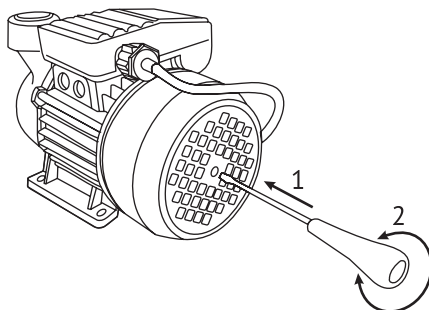

Рисунок 8. Проверка работоспособности вала двигателя.
- открутить крепежный пластмассовый винт (1) и снять с реле крышку (см. рисунок 8);
- вращением гайки (3) отрегулировать давление включения насоса; вращение по часовой стрелке увеличивает давление включения насоса, против часовой стрелки – уменьшает;
- вращением гайки (4) настроить давление отключения насоса; вращение по часовой стрелке увеличивает давление отключения насоса, против часовой стрелки – уменьшает.
Если в эксплуатации насоса был перерыв, то в результате окисления стенок насосной камеры возможна блокировка рабочего колеса. Поэтому после демонтажа и перерыва в эксплуатации перед следующим запуском необходимо убедиться, что вал двигателя вращается свободно, провернув его за крыльчатку обдува отверткой (см. рисунок 8).